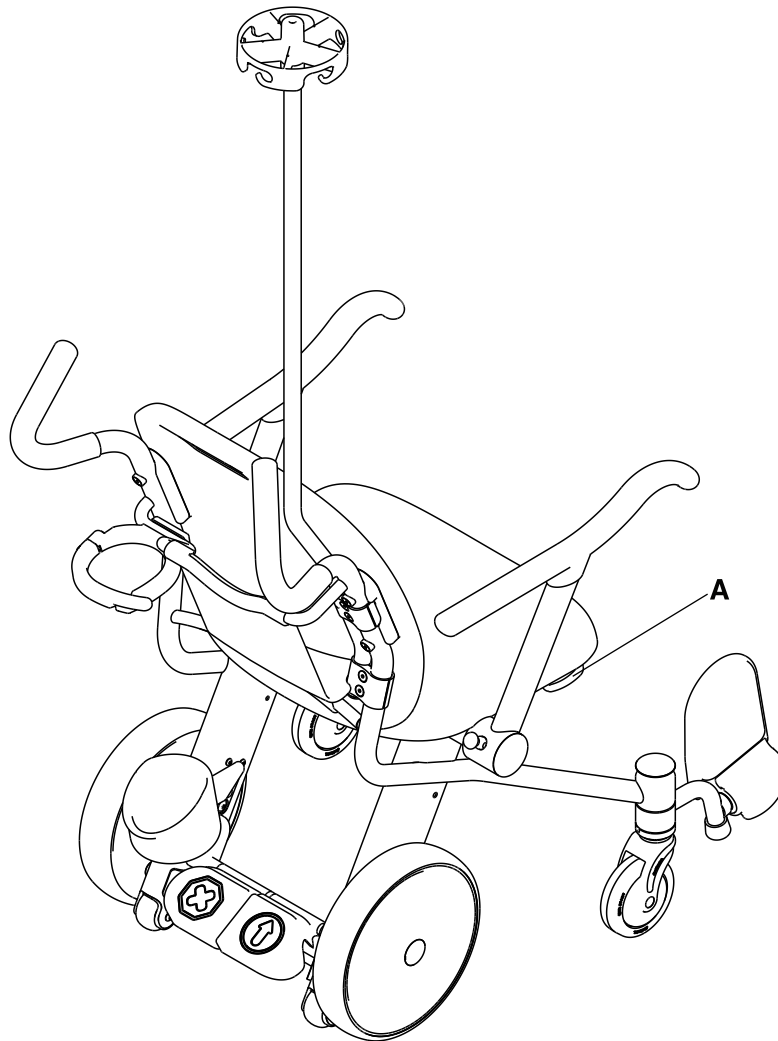

Figure 2-14 : Emplacement du crochet pour poche urinaire
Pour fixer une poche urinaire au crochet optionnel, placer le crochet de la poche urinaire sur le crochet pour poche urinaire optionnel (A) (Figure 2-14 à la page 2-26). S'assurer d'avoir fixé correctement la poche urinaire.